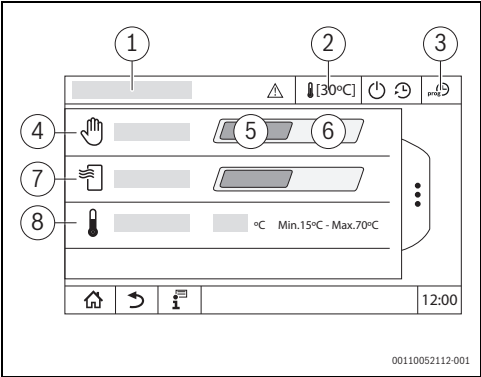

Рис. 2 Дополнительные функции, Ручной режим
- коснитесь **Выкл.** (→ рис. 2, [5], стр. 6)